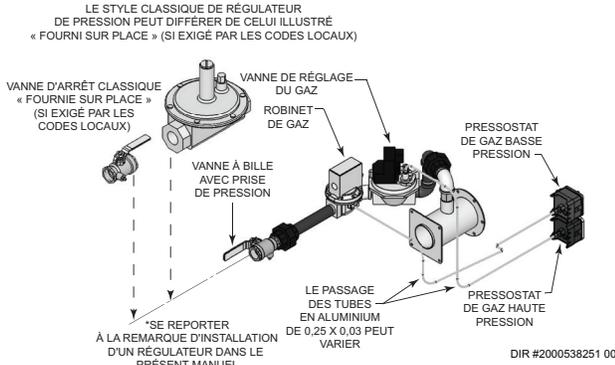

Figure 4-3A Pressostats de gaz haute et basse pression PB/PF 502 - 1302 F9
- Les Figures 4-3A, B et C à la page 49 illustrent des raccords de tuyauterie pour des pressostats de gaz haute et basse pression pour chacun des modèles Powerfin